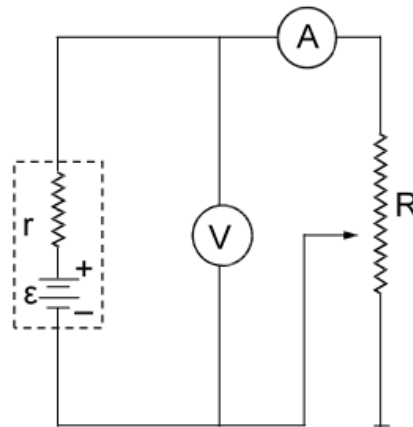
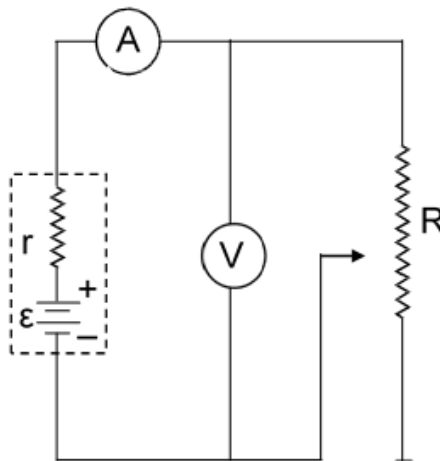

Figura 16.2: Circuito para hallar la fem y la resistencia interna de la fuente.
Figura 16.5: Modificación del circuito anterior.
Para hallar la resistencia interna r y la fuerza electromotriz ε hay que armar el circuito de la figura 16.2.
- 1) Arme el circuito de la figura 16.2 y usando el máximo valor de la resistencia variable R (su máxima longitud) anote las indicaciones del amperímetro y del voltímetro.
- 3) Arme el circuito de la figura 16.5 que es una modificación de la figura 16.2.
- 8) ¿Qué diferencia existe entre los circuitos de la figura 16.2 y la figura 16.5. ¿Serán iguales las lecturas en los instrumentos en los dos circuitos para un mismo valor de R ? ¿Por qué?